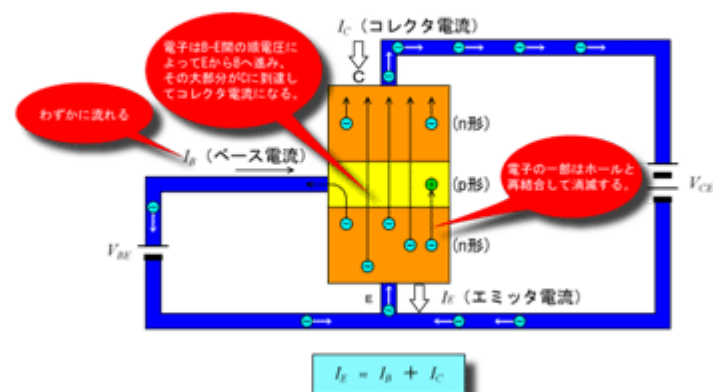

図4-6 トランジスタ内部でのホールと電子の振る舞い
- ① 図4-6の回路で、エミッタとコレクタの間に電圧  $V_{CE}$  (= エミッタ-コレクタ間電圧) を印加した状態で、ベースとエミッタの間の順方向電圧  $V_{BE}$  (= ベース-エミッタ間電圧) を加えると、エミッタ領域（n形）からベース領域（p形）に多量の電子（エミッタ領域の多数キャリアに相当）が流れ込み、その一部はベース電流  $I_B$  となります。
- ② エミッタ領域から流れ込む電子は、ベース領域の多数キャリアのホールと結合してコレクタ領域（n形）には到達しないように思われますが、ベース領域は非常に薄く作られているため、ほとんどの電子はベース領域を通り抜けて、コレクタ領域に達します。
- ③ コレクタ領域に到達した電子は、コレクタに正の電圧が加わっているために、コレクタ電極に強く引き寄せられて移動し、コレクタ電流  $I_C$  となります。